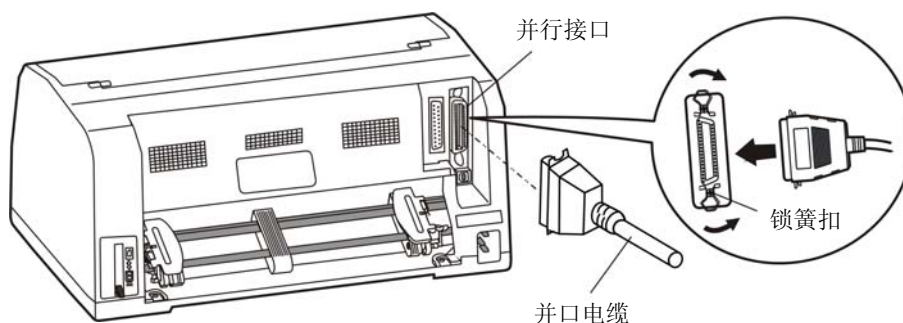
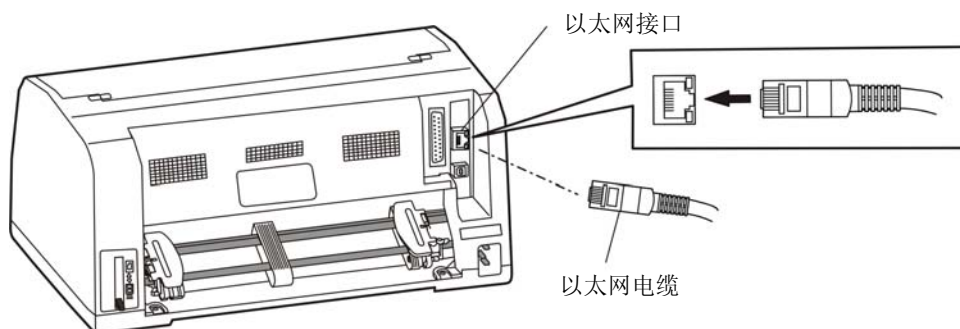
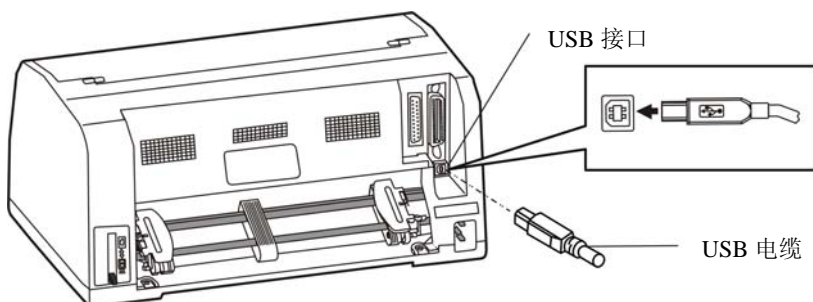
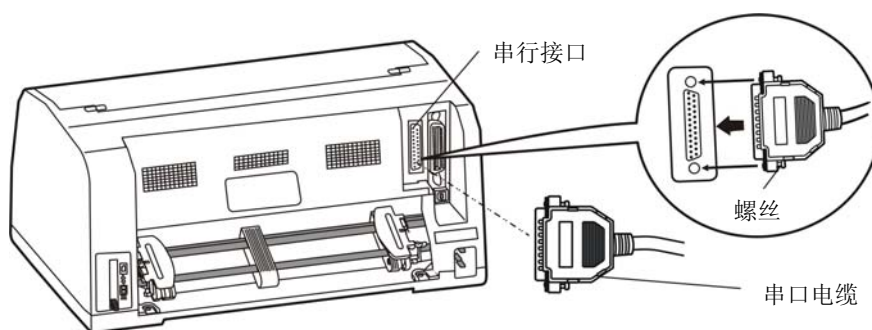

图 2-10 连接并口电缆
图 2-11 连接以太网电缆
图 2-12 连接 USB 电缆
图 2-13 连接串口电缆
本打印机可配并行接口、以太网接口、USB 接口或串行接口（产品的具体接口配置，以实物为准）。请根据需要，用相应的接口电缆把打印机与计算机相连〔如图 2-10、图 2-11、图 2-12 和图 2-13 所示〕。
1. 关闭计算机与打印机的电源，将并口电缆插头连接到打印机的并行接口，扣上连接器两侧的锁簧扣，固定并口电缆（如图 2-10 所示）。
将以太网电缆的 RJ-45 水晶插头一端插进打印机的以太网接口插座中，另一端插头连接到局域网的接入端（如图 2-11 所示）。
1. 将 USB 电缆的 A 端插头（扁型）插进计算机的 USB 接口插座中（如图 2-12 所示）。
1. 关闭计算机与打印机的电源，将串口电缆插头连接到打印机的串行接口，拧紧两侧的螺丝，固定串口电缆（如图 2-13 所示）。